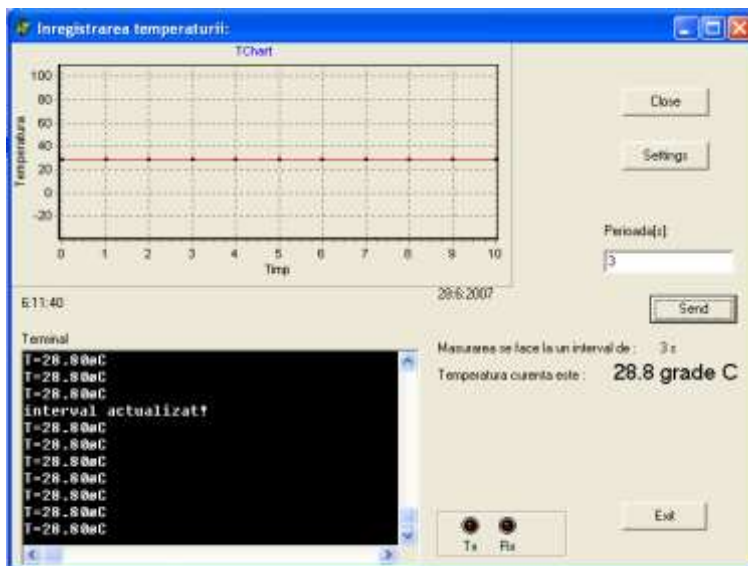

Fig. 10. Interfața cu utilizatorul
4. Se deschide fișierul .exe corespunzător aplicației, se setează parametrii liniei de comunicație între PC și aplicație în cadrul interfeței (butonul *Settings*), se apasă butonul *OpenPort* pentru conectare, eventual se specifică și perioada de eșantionare a temperaturii (caseta *Perioada(s)* și apoi *Send*) și se urmăresc valorile așa ca în Fig.10.